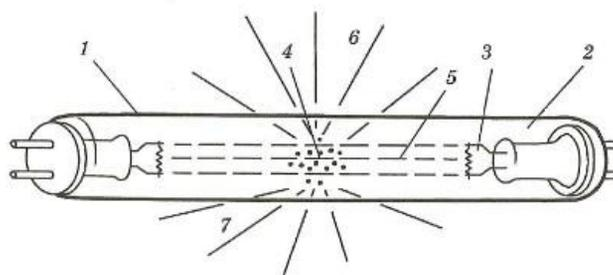

Рис. 1.
2. Люминесцентная лампа состоит из стеклянной колбы (1), в которой находятся пары ртути (2).
По обе стороны лампы находятся нити накала (3) (рис. 1). Электроны, испускаемые нитями накала, движутся под действием электрического поля (5), сталкиваются с атомами ртути (4) и возбуждают их. Атомы ртути, переходя из возбужденного состояния в нормальное, излучают ультрафиолетовые лучи. Эти лучи, попадая на люминофор, которым покрыта внутренняя поверхность стеклянной колбы (1), вызывают видимое излучение белого света (6,7).